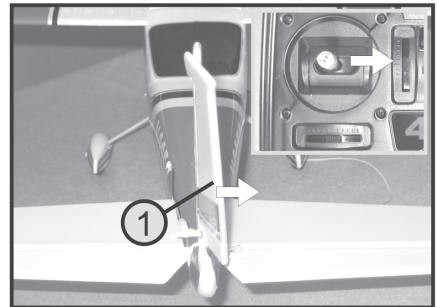

Bild 17c
- Drücken Sie den Seitenruder-Steuerknüppel am Sender nach rechts, muss das Seitenruder (1) ca. 1,5 cm nach rechts ausschlagen, siehe Bild 17c.